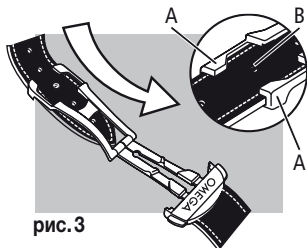

рис. 3
**Как отрегулировать длину (рис. 3):** освободите длинный конец ремешка из двух пазов (A) и выньте шип застежки из отверстия (B). Переставьте ремешок в нужном направлении, после чего вставьте шип в отверстие и заправьте ремешок в пазы. Примерьте часы и повторите операцию в случае необходимости.